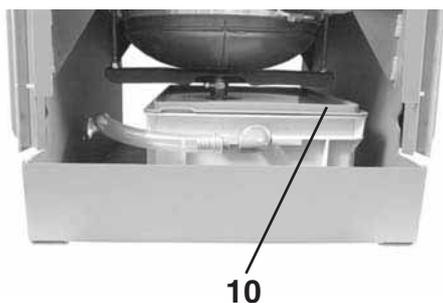

Fig. 21
10. Apporre il coperchio anteriore (10, fig. 21) del box di neutralizzazione.